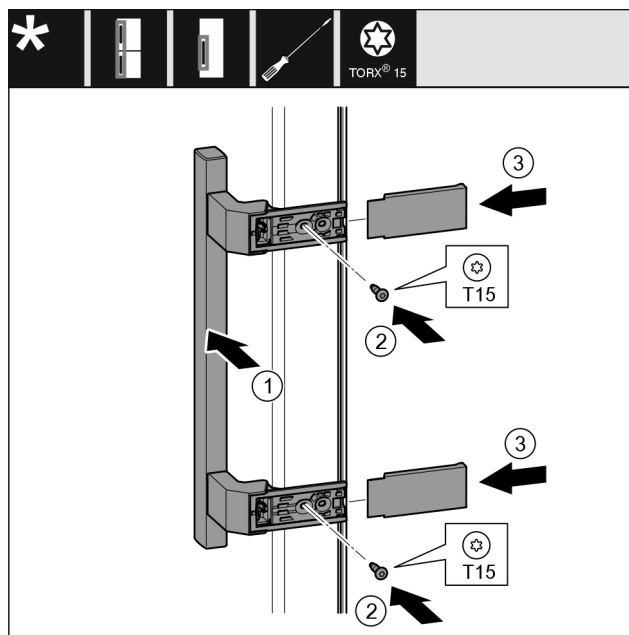

Fig. 41
- Påsæt grebet Fig. 41 (1) på den modsatte side.
- Skru skruerne Fig. 41 (2) fast med en skruetrækker.
- Påsæt afdækningerne Fig. 41 (3) på siden, og skub dem på plads.